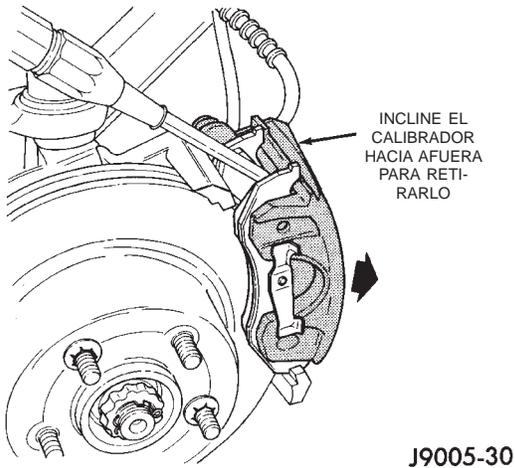

Fig. 27 Desmontaje del calibrador
(7) Incline hacia afuera la parte superior del calibrador, empleando una herramienta de palanca si fuera necesario (Fig. 27) y retire el calibrador.
(8) Retire el calibrador del vehículo.